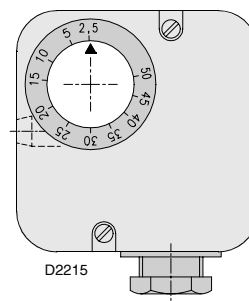

Fig. 23
- regolare il pressostato aria (Fig. 23), posto sulla cassa d'aria del bruciatore, a inizio scala.